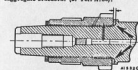

Abb. A.16
- (6) Primärrad Laufspiel kontrollieren (Abbildung A.16) Innere Druckscheibe mit angestrichelter Bohrung gegen Kurbelwellenflansch ausbauen. Das Einbaupspiel des Primärrades sollte 0,07-0,15 mm betragen. Hierfür ist der in Abb. A.16 gezeigte Abstand zu messen und die Stärke der benötigten Scheiben gemäß der nachfolgenden Tabelle zu ermitteln.